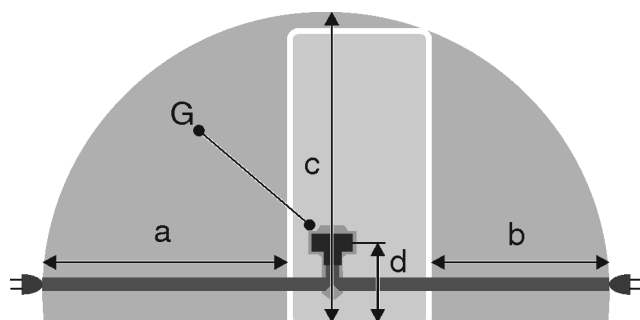

Fig. 25
- La caja de enchufe se encuentra fuera del área de la parte trasera del aparato en la zona indicada Fig. 25 (a, b, c).
- ▶ Inserte el conector Fig. 25 (G) del aparato en la parte trasera del mismo. Preste atención a que encaje correctamente.